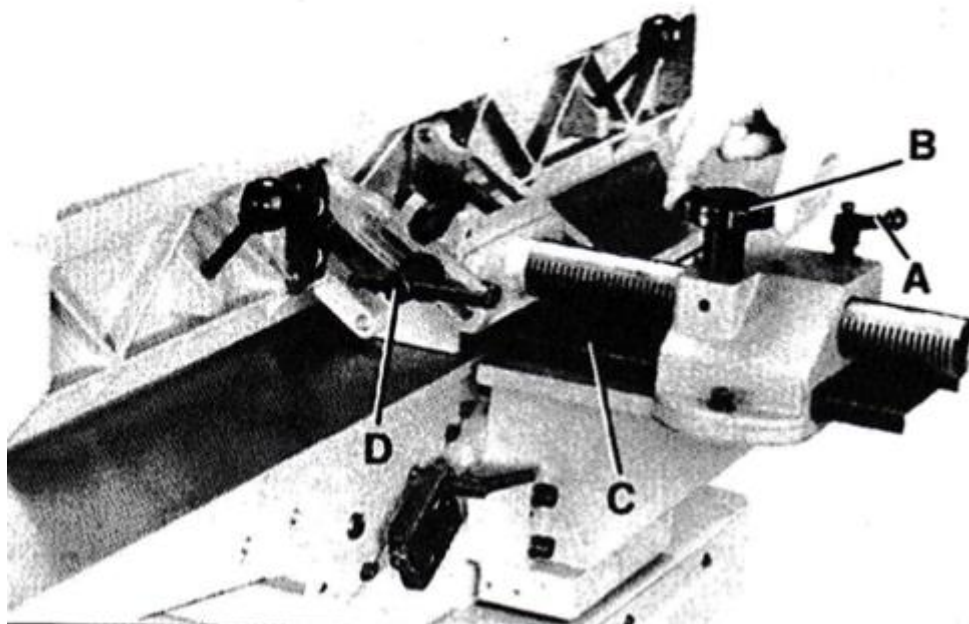
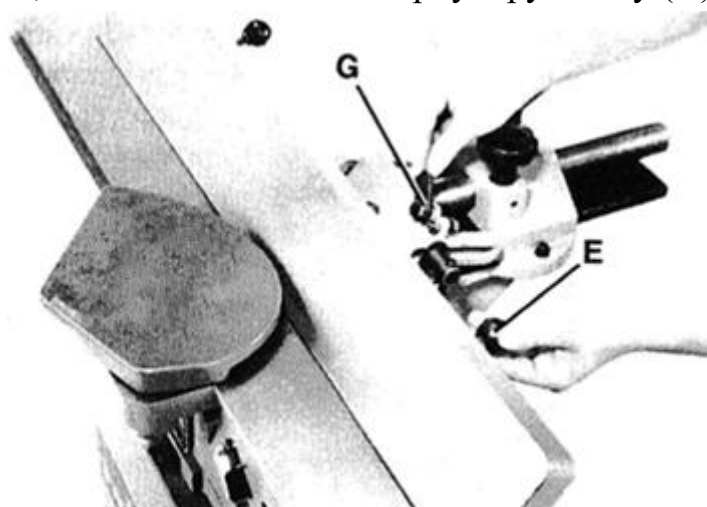

Рис. 33 Использование ограждения
Рис. 34
1. Для того чтобы переместить ограждение по столу, открутите стопорную рукоятку (A) – Рис. 33 и поворачивайте рукоятку (B) до достижения желаемого положения. Затем затяните стопорную рукоятку (A). При перемещении ограждения по столу заднее ограждение режущей головки (C) закрывает и защищает режущую головку. **ПРИМЕЧАНИЕ:** Стопорная рукоятка (A) имеет пружинную нагрузку и может перемещаться посредством вытягивания и установки на зубчатую гайку, расположенную под рукояткой.
2. Для того чтобы наклонить ограждение право или влево, открутите стопорную рукоятку (D) – Рис. 33. Удерживайте рукоятку наклона ограждения (E) – Рис. 34, поверните упор (G) на 90°, наклоните ограждение до желаемого угла, а затем затяните стопорную рукоятку (D) – Рис. 33.